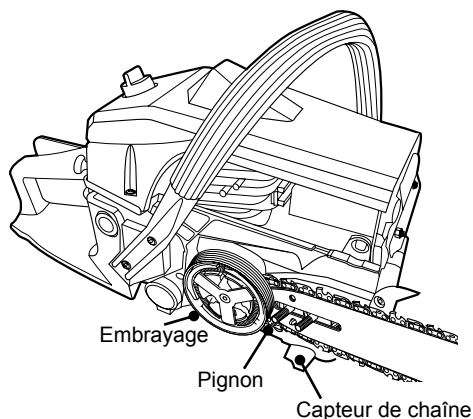

Fig. 4
- > Placez la chaîne [2] sur le pignon derrière l'embrayage et fixez le guide-chaîne autour. Assurez-vous que la chaîne soit placée sur le capteur de chaîne (Fig. 4).